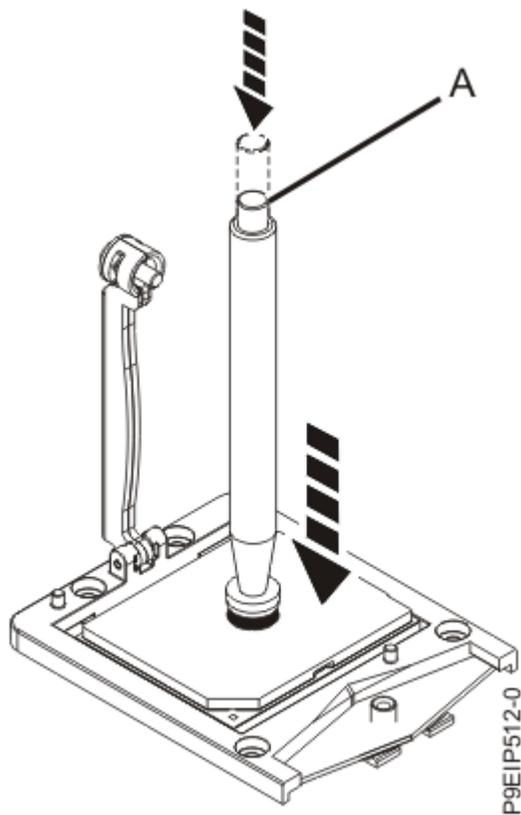

Figura 52. Bloqueo del lápiz de vacío en el módulo de procesador del sistema
8. Baje la herramienta de lápiz de vacío hasta el módulo de procesador del sistema. Presione la parte superior del lápiz **(A)** y manténgalo en el centro del módulo del procesador del sistema, como se muestra en la Figura 52 en la página 60. Libere la parte superior del lápiz para fijarlo al módulo de procesador del sistema.